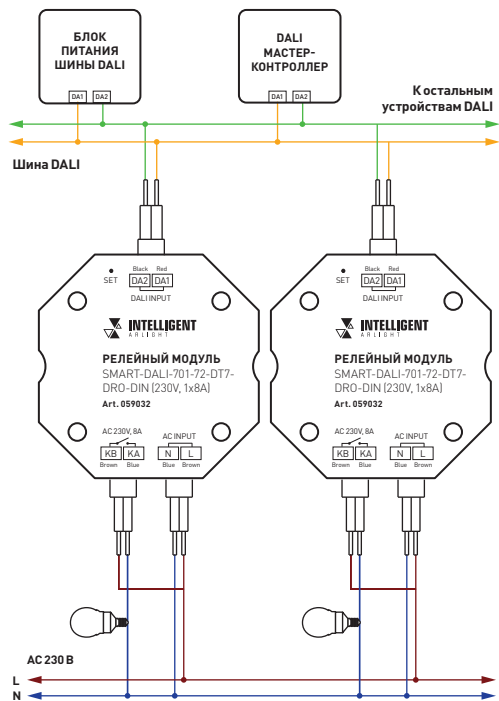
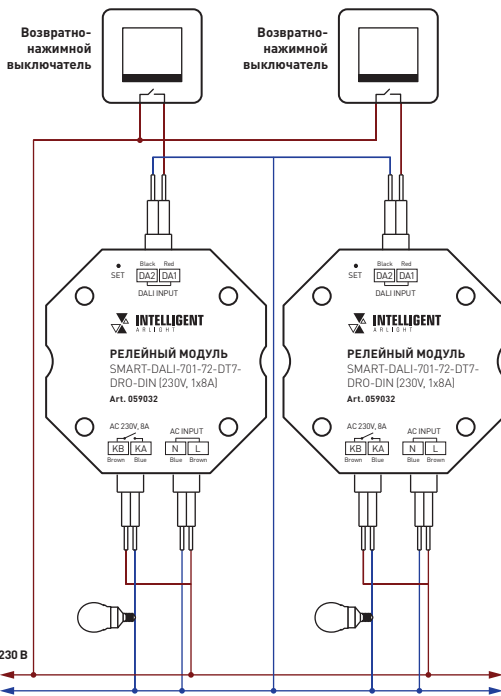

Рис. 2. Схема подключения релейного модуля при управлении DALI
Рис. 3. Схема подключения релейного модуля при управлении PUSH SWITCH
- 3.2. Подключите релейный модуль в соответствии со схемами на рис. 2 и рис. 3.